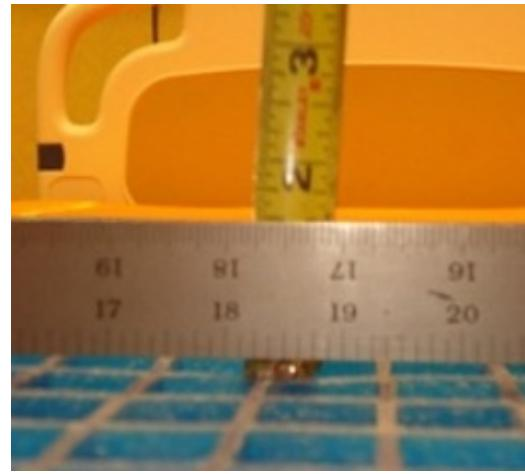

Fig. 8-4: Måling af maksimumdybde
6. Brug et målebånd, og mål maksimumdybden (laveste punkt) fra bunden af retskinnen til toppen af skummet (Fig. 8-4 på side 8-17).